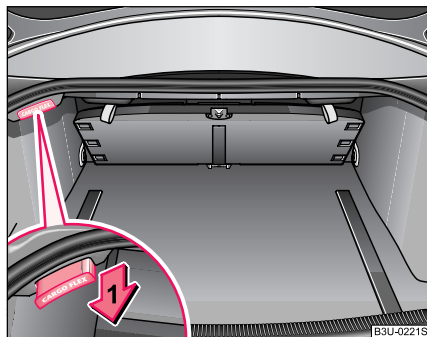
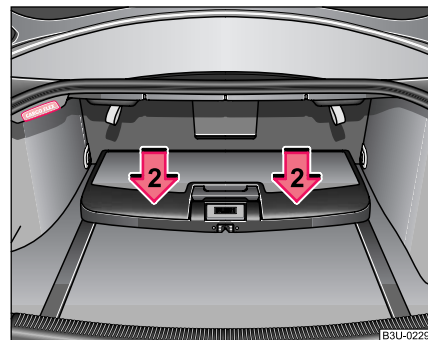

Fig. 71 Cutie rabatabila: poziția de transport
Fig. 72 Cutie rabatabila: poziția pregătitoare
Puteți transporta cutia rabatabilă în două poziții diferite - în poziția de transport pe perețele despărțitor al portbagajului ⇒ Fig. 71 sau în poziția pregătitoare, coborâtă pe baza portbagajului.
- Trageți mânerul de extragere în direcția săgeții 1 ⇒ Fig. 71. Cutia va coborî până aproape de baza portbagajului ⇒ Fig. 72.
- Apăsați cutia rabatabilă în zonele indicate de săgețile 2 ⇒ Fig. 72 spre baza portbagajului, până poate fi auzită blocarea acesteia. Dacă blocarea a fost corectă mânerul de extragere se va întoarce în poziția inițială (suprafața superioară de culoare roșie a mânerului nu este vizibilă).
- Trageți mânerul de extragere în direcția săgeții 1 ⇒ pagina 85, Fig. 71. Cutia rabatabilă se ridică de pe baza portbagajului.